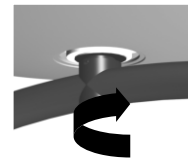

Abb. 2.2B
- 2) Drehen Sie den Hehebügel 90° im Uhrzeigersinn (siehe Abb. 2.2B). Wenn der Hehebügel montiert ist, bestätigt ein hörbares Einrasten die richtige Montage.